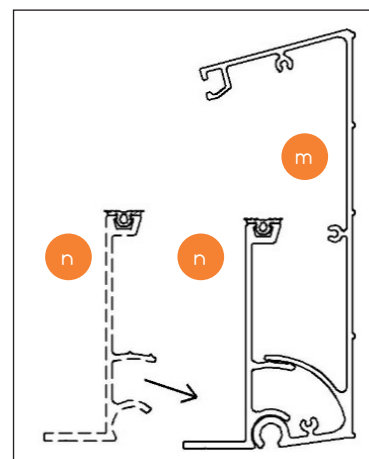

Abb. 14
- 2.9 Platzieren Sie den Balkenträger (n) genau mittig in das Wandprofil so dass dieses an beiden Seiten 3 mm zurück liegt. Abb.: 14 und 15